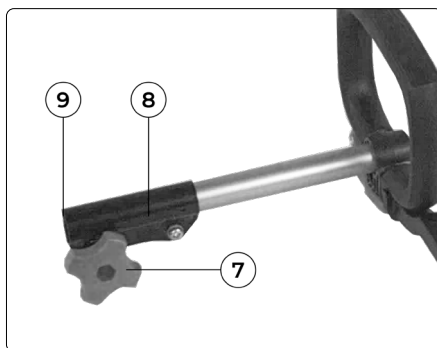

Рис. 8
– Разъём штанги (Рис.8 поз. 8) необходим для соединения верхней и нижней части штанги. Ниже описана процедура соединения:
– Ослабьте барашковую гайку разъёма штанги (рис.8 поз. 7) по направлению против часовой стрелки.
– Снимите защитный колпачок с нижней части штанги (Рис.8 поз. 9).
– Вставьте нижнюю часть штанги (Рис. 8 поз. 9) в разъём (рис. 8 поз. 8) до щелчка, как показано на рисунке 8.
– Затяните барашковую гайку разъёма штанги (рис.8 поз.7) по направлению часовой стрелки.